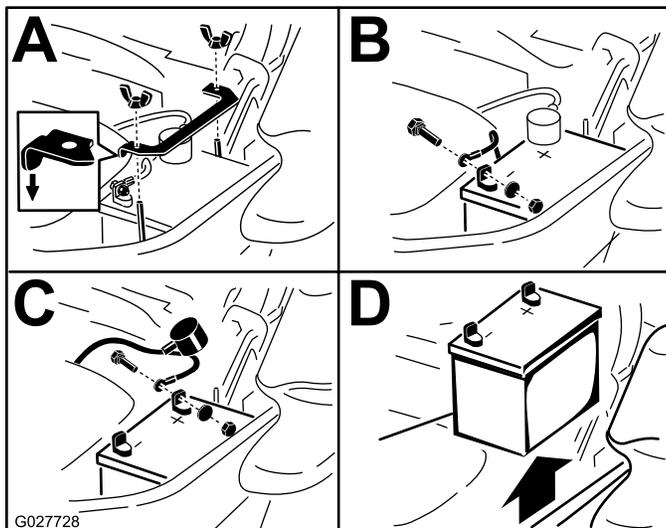

Figura 55
3. Retire la batería, según se muestra en Figura 55.
Nota: Coloque la batería en la bandeja, con los bornes frente al depósito de aceite hidráulico (Figura 55).